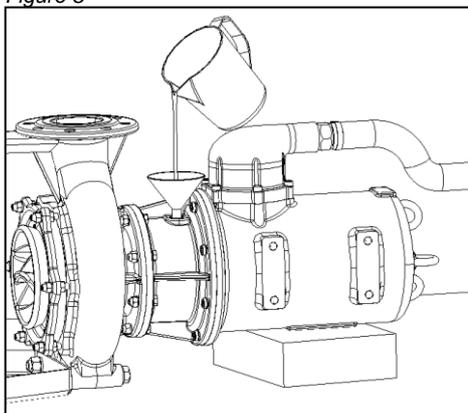

Figure 10
3. Remplir de la quantité et du type d'huile prescrits jusqu'au bord inférieur du filetage (figure 10).